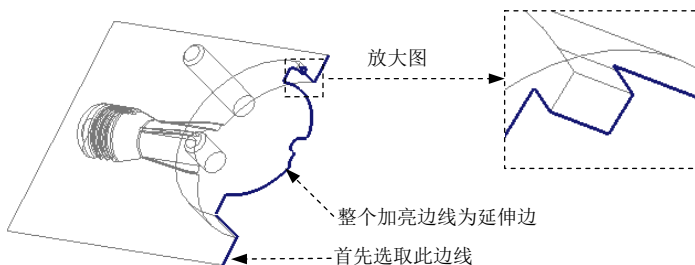

图 10.17 选取延伸边
(1) 选取图 10.17 所示的边线。
注意：必须随着选取的第一条线段，按住 **Shift** 键，依次选取图 10.17 中所加亮的线段，线段之间不能间隔，否则无法选取加亮线段。